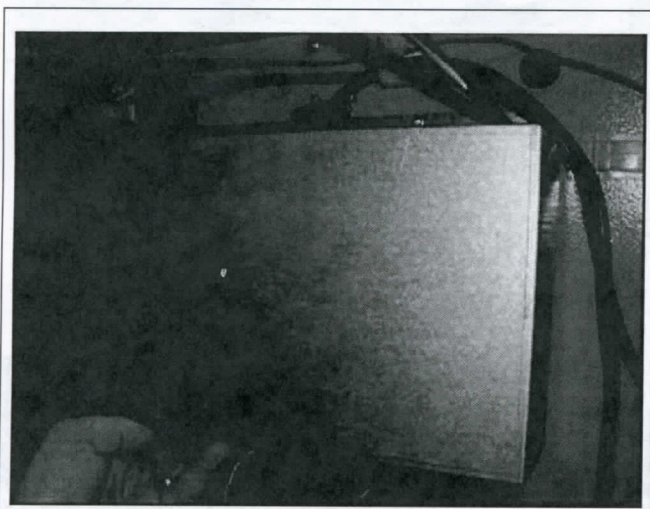

Fig. 1 – Pic. 1
1. Rimuovere il coperchio del quadro elettrico (**Fig. 1**).